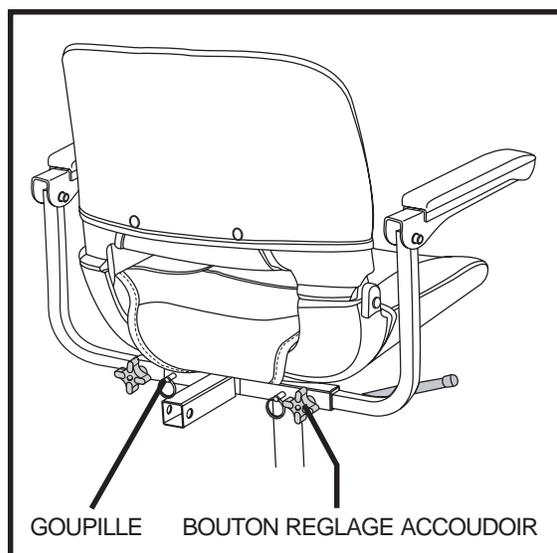

Figure 17. Réglage du siège
1. Desserrez les boutons de réglage. **Voir la figure 17.**